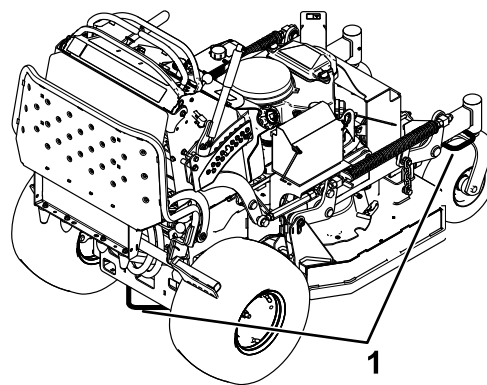

Figura 26
7. Prenda a máquina perto das rodas giratórias frontais e pára-choques traseiro com correias, correntes, cabos ou cordas (Figura 26). Consulte as diretrizes locais relativas a requisitos de dispositivos de fixação.